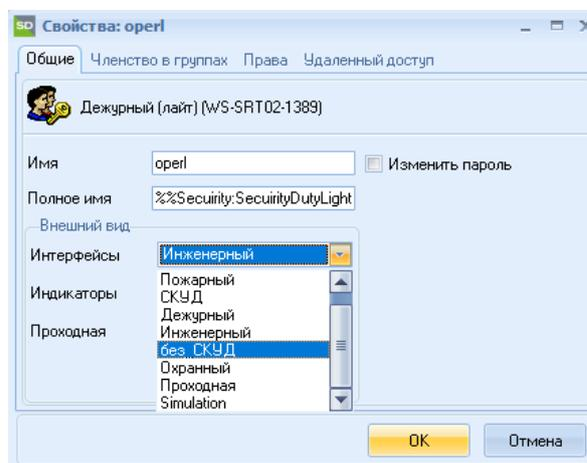

Рисунок 3.34 – Окно «Свойства пользователя», поле Интерфейсы
- В открывшемся окне «Свойства пользователя» в поле **Интерфейсы** выбрать в списке нужный интерфейс и нажать кнопку ОК (рисунок 3.34).